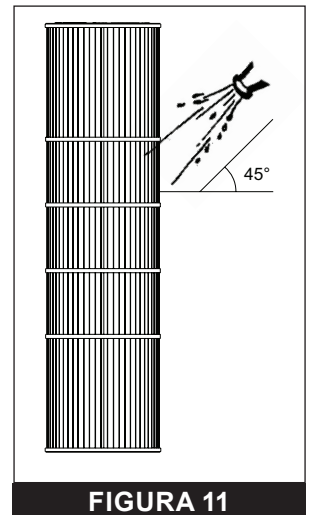

FIGURA 11
5. Utilizzando un tubo da giardino con un ugello a flusso diretto, tenere l'ugello con un angolo di 45 gradi rispetto alla cartuccia e lavare l'intera cartuccia dall'alto verso il basso. Si consulti **FIGURA 11**.
9. Utilizzando un tubo da giardino con un ugello a flusso diretto, tenere l'ugello con un angolo di 45 gradi rispetto alla cartuccia e lavare l'intera cartuccia dall'alto verso il basso. Consultare **FIGURA 11, PAGINA 7**.